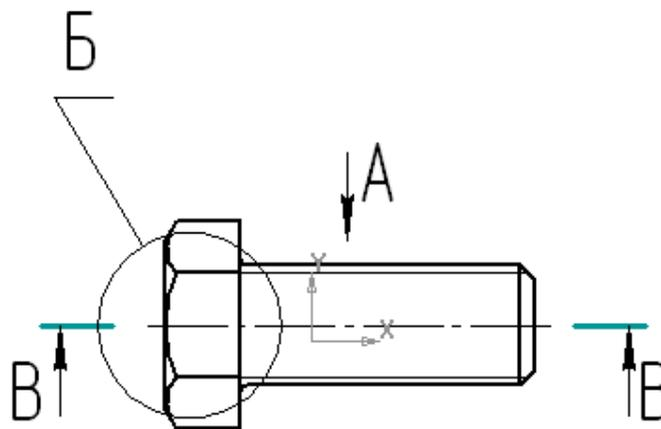

Рисунок 64. Изображение выносного элемента.
**Выносной элемент** - создает в изображении обозначение выносного элемента (круг с линией-выноской). Обратите внимание, эта команда создает лишь обозначение выносного элемента! Само изображение, которое попало в пределы, охваченным этим обозначением, вы должны чертить сами (рис.64).